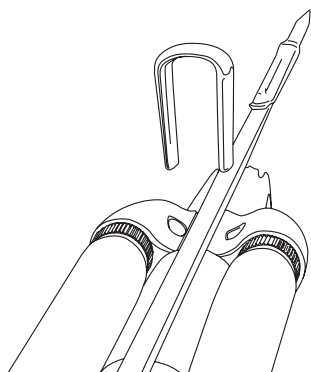

fig. 3.1a
### 3.1- CARACTERISTICAS DE LA SERIE VOODOO (fig. 3.1a)
- El cabezal del modelo Voodoo y Voodoo rail, tienen la opción de desmontar el puente que pasa por encima de la varilla (fig. 3.1a)